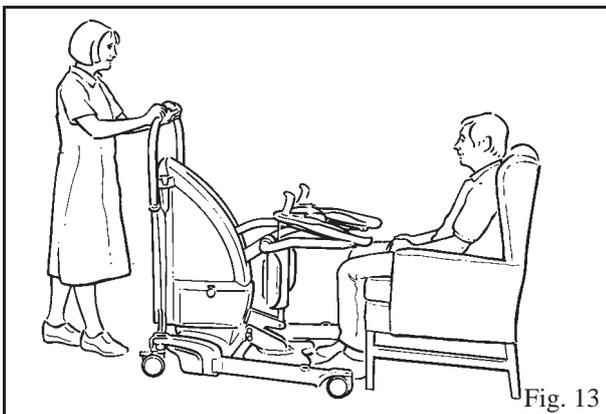

Fig. 13
3. Aproxime-se do paciente pela frente com o elevador e pare-o antes que o suporte de pés e o Proactive Pad entrem em contato com o paciente. (Veja Fig. 13)